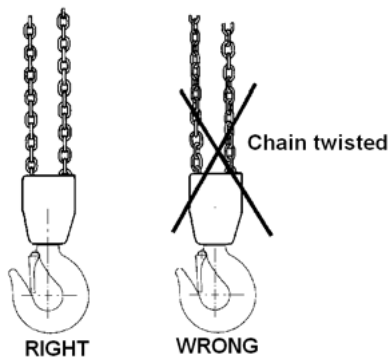

Fig. 3 The chain must not be twisted
- Łańcuch do podnoszenia ładunku nie powinien być zapętlony lub skręcony. W przypadku wciągników łańcuchowych z wielokrotnym przepлетem występuje zagrożenie skręcenia łańcucha, jeżeli dolny moduł haka zostanie zapętlony przez zawiesie łańcuchowe (zazwyczaj podczas ponownego instalowania lub przenoszenia wciągника do innej stacji roboczej). Patrz rys. 3.